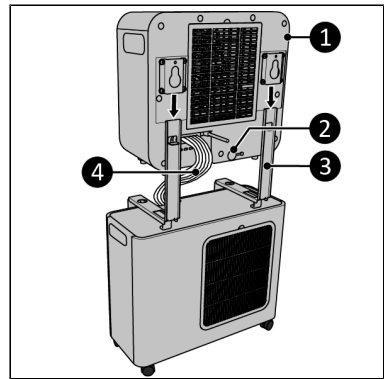

Abbildung 56.
4. Schieben Sie das Innengerät (Abbildung 56, Pos. 1) über die Halterungen (Abbildung 56, Pos. 3).
5. Führen Sie den Kältemittelschlauch (Abbildung 56, Pos. 4) zwischen Innen- und Außengerät. Vermeiden Sie es, den Kältemittelschlauch in kleineren Biegungen als 30 mm zu biegen.
6. Entfernen Sie den Wasserstopfstopfen (Abbildung 56, Pos. 2).